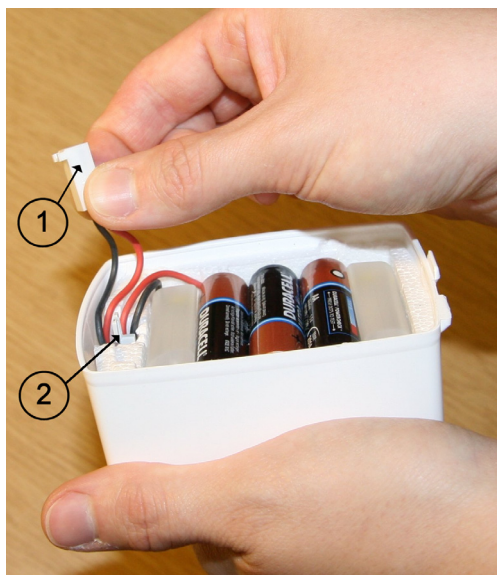

Figure 23 Insertion du connecteur de la batterie dans le porte-connecteur, partie 1
3. Saisissez le connecteur de la batterie (élément n° 1 dans les illustrations suivantes) et repliez les câbles sur le côté comme représenté dans la Figure 23 page 31).